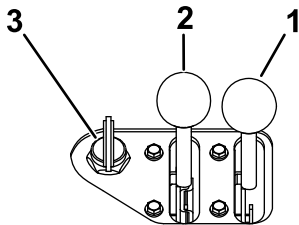

Рисунок 16
1. Установите рычаг дроссельной заслонки посередине между положениями МЕДЛЕННО и БЫСТРО (Рисунок 16).
- A. Переведите рычаг воздушной заслонки в положение ВКЛ (Рисунок 16).
- B. Поверните ключ в положение ВКЛ (Рисунок 16). После запуска двигателя отпустите ключ.
- C. Постепенно переместите рычаг воздушной заслонки в положение ВЫКЛ (Рисунок 16). Если двигатель глохнет или работает с перебоями, снова закройте воздушную заслонку для прогрева двигателя.
3. Для двигателей Kohler – поверните ключ в положение ВКЛ (Рисунок 16). После запуска двигателя отпустите ключ.
4. Установите рычаг дроссельной заслонки в нужное положение (Рисунок 16).
2. Переведите рычаг дроссельной заслонки в положение МЕДЛЕННО (Рисунок 16).